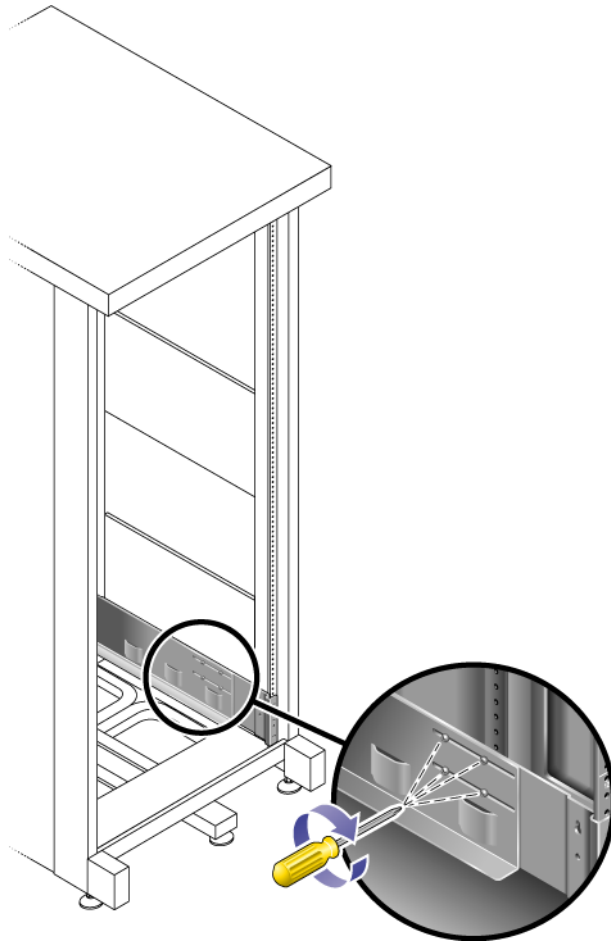

図 2-19 レール調整ねじの締め付け
2. プラスのねじ回し (Phillips の 2 番) を使用して、各レールの後部にある 8 本 (片側 4 本) の調整ねじを締め付けます (図 2-19)。